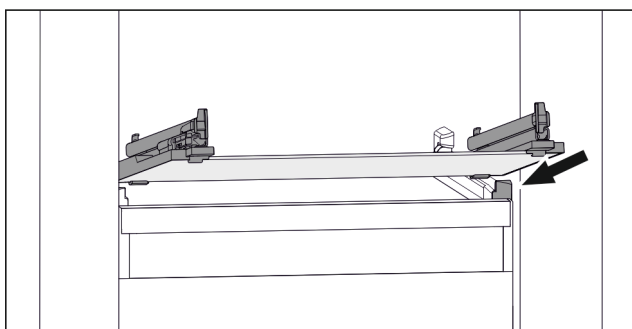

Fig. 110 Simbolična slika steklene plošče
- ▶ Stekleno ploščo postavite v poševnem položaju za zaustavljalniki. (glejte Fig. 110)